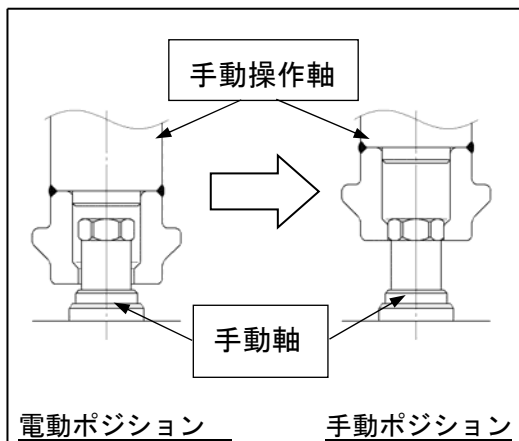

図 28 手動操作機構詳細図
- ① 手動ハンドルを引上げ手動操作状態にします。次頁 図 28 参照